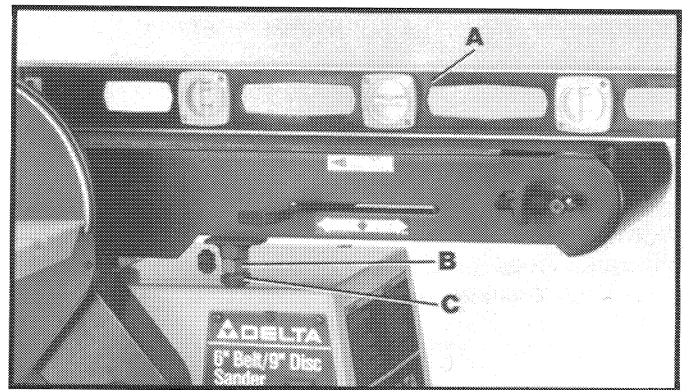

Fig. 24
3. Coloque un nivel (A) sobre la correa de lijado, y verifique que el brazo esté nivelado, como lo ilustra la Fig. 24.
3. Si resulta necesario efectuar un ajuste, afloje la tuerca de cierre (B) Fig. 24 y gire el tope del brazo de lijado (C) hacia adentro o afuera hasta que el brazo de lijado quede nivelado. Apriete entonces la tuerca de cierre (B).